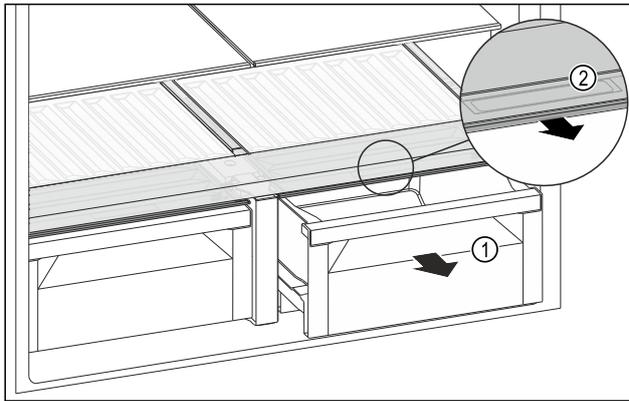

Fig. 132
- ▶ Schubfach Fig. 132 (1) herausziehen.
- ▶ Griffmulde Fig. 132 (2) am Fachdeckel anfassen und Fachdeckel gleichzeitig nach vorne ziehen.